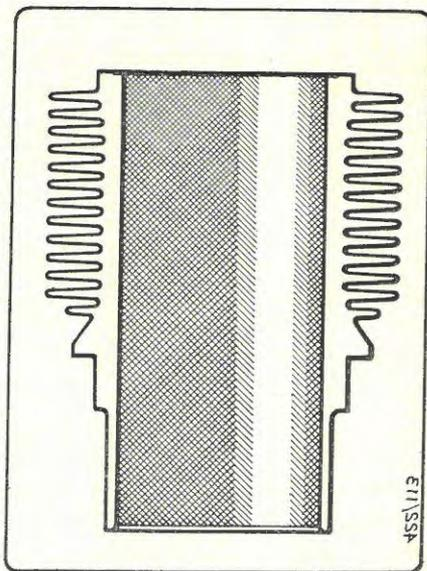

Fig. 14
3) Ripetere l'operazione facendo però ruotare la mano in senso contrario (cioè sinistrorso), in modo che ne risulti una superficie a righe incrociate; così come si vede nella fig. 14.
| — | 262/8675/46 | Supporto cuscinetto albero a gomito completo in ghisa (Tav. 1: Fig. 14 - 18, Tav. 4: Fig. 20 - 21 - 22) | 1 | |